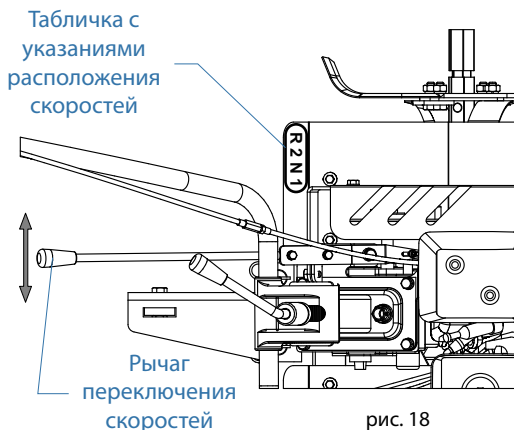

рис. 18
4. Выберите нужную передачу (рис. 18).